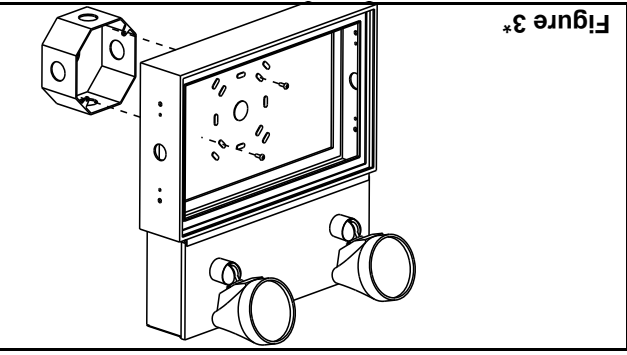

Figure 3*
- a. Défoncer les trous apprêtés dans la plaque arrière de l'enseigne pour monter à une boîte de jonction standard; soutenir la plaque avec des morceaux de bois autour des trous à découper. Pousser sur les découpes avec un tournevis (voir figure 3).